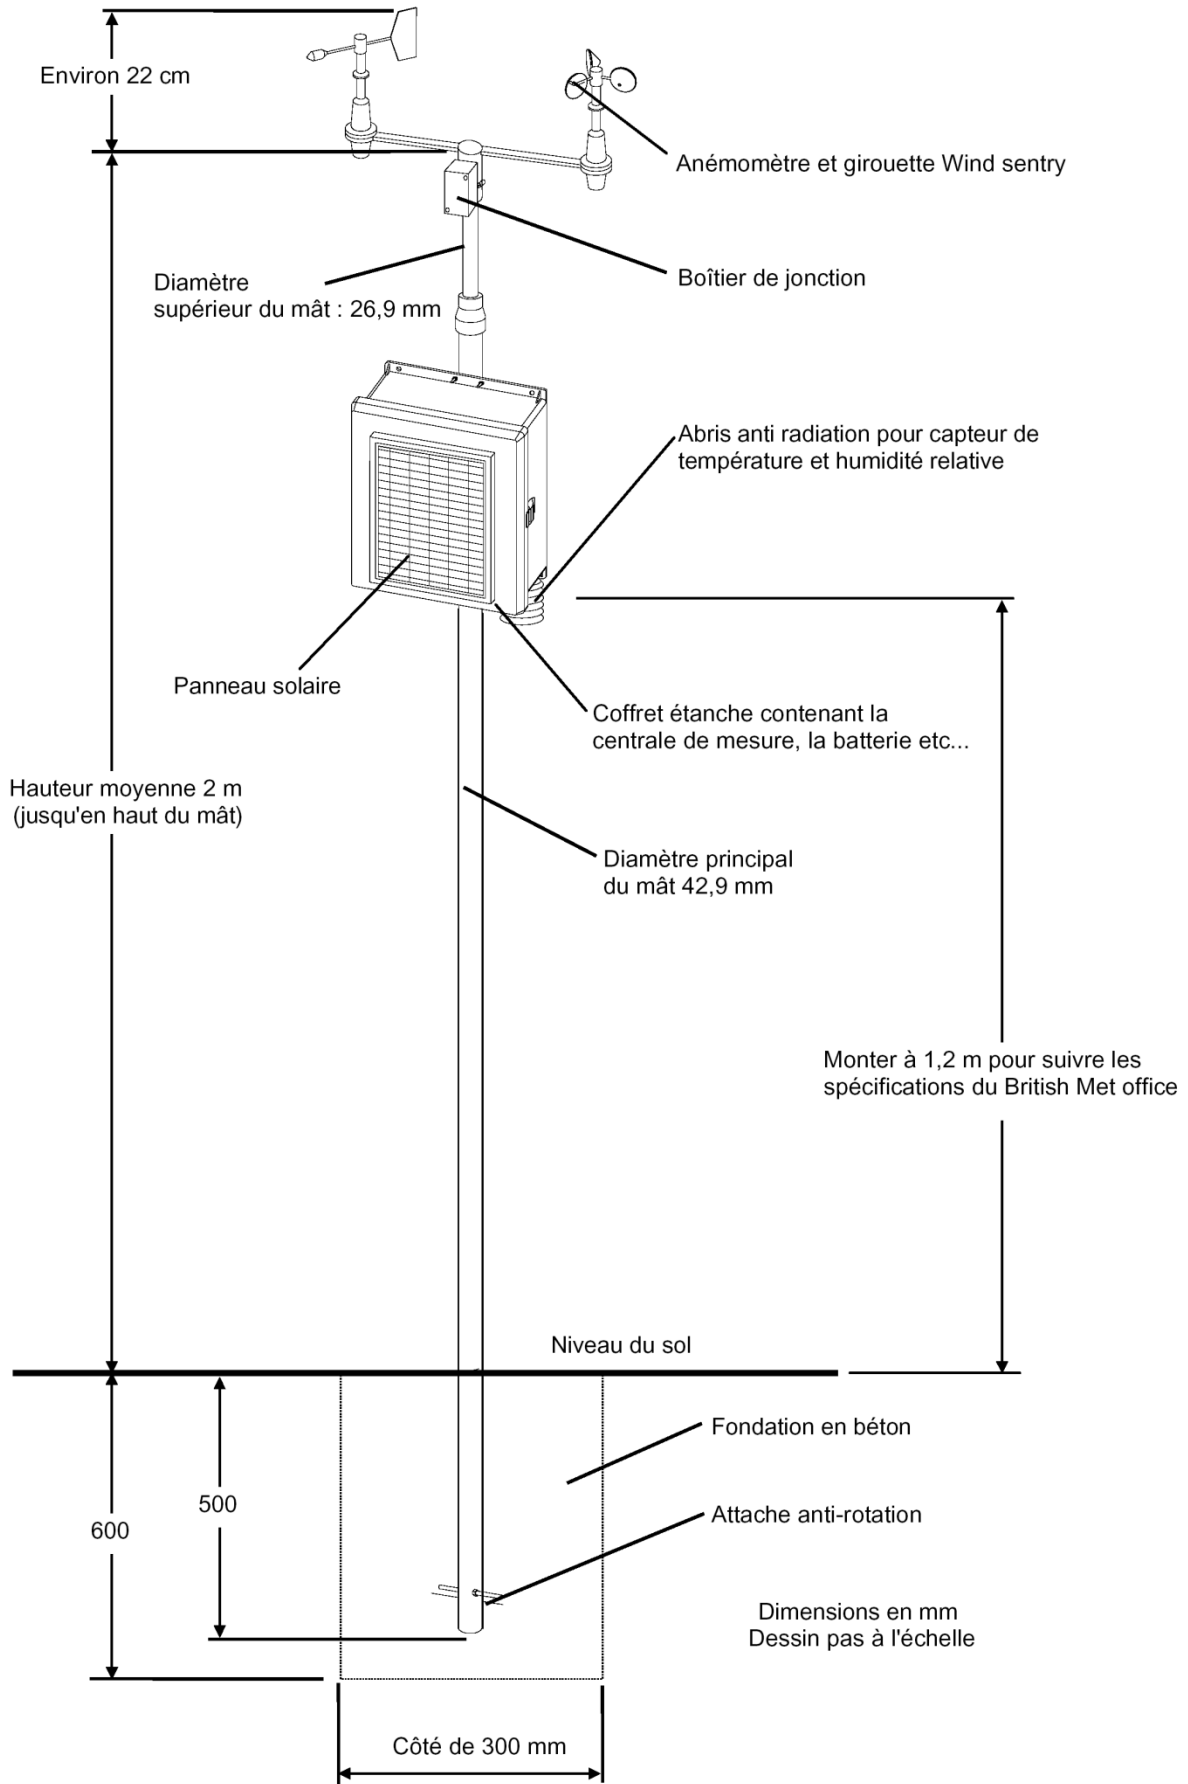

Figure 2 : Station BWS200 montée sur le mât (optionnel) SPM2
Campbell Scientific peut fournir un mât de montage qui convient à la plupart des installations, avec un très bon rapport qualité-prix, il est montré en figure 2.
Si vous comptez monter votre station météo sur un mât vertical, il est recommandé de le fixer dans un trou rempli de béton, pour la stabilité, comme montré dans la figure 2 du mât SPM2 de Campbell Scientific.
Si vous utilisez votre propre mât de montage, les dimensions doivent être proches des dimensions données, de façon à ce que le coffret puisse être monté sur la section principale du mât, et que la fixation du capteur Wind Sentry puisse être montée sur la partie réduite en haut du mât, comme montré dans la figure 2.
2. Creuser un trou de 300mm de côté et 600mm de profondeur (voir figure 2).